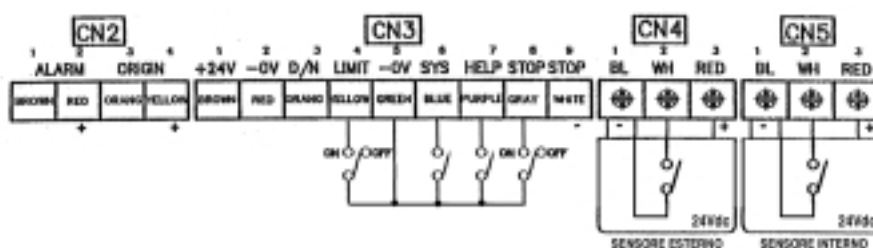

Fig6
- 6 - Para las otras conexiones véase el esquema en la Fig.6 y respétese las instrucciones del manual programador de la puerta JVOP-100